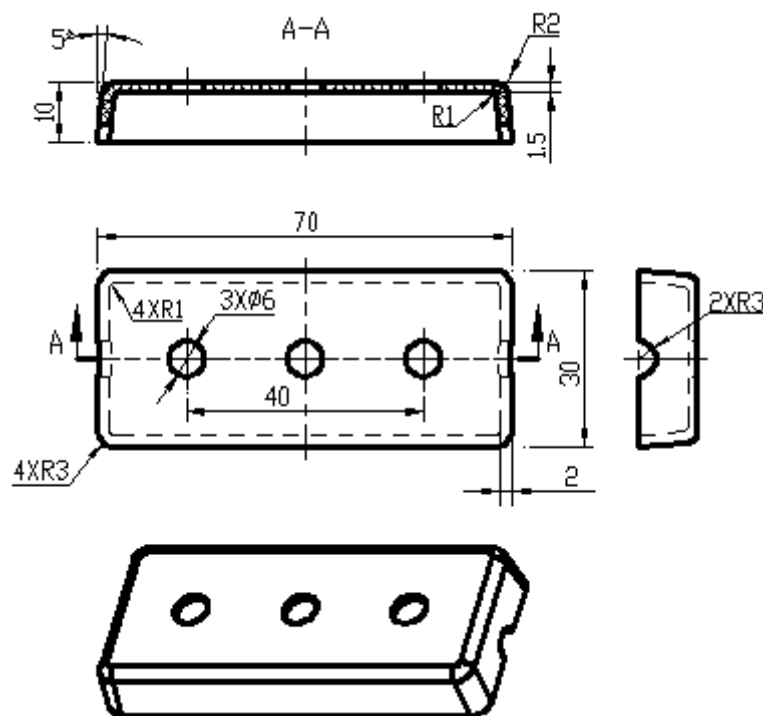

图 2-11 长方形盖
按照图2-11的要求，进行长方形盖塑件造型及注射模具型腔、型芯零件设计。塑件材料：**ABS**，收缩率**0.5%**，尺寸精度**MT7**。
- (1) 在F盘下建立考生文件夹，文件夹名称为考生准考证号，塑件三维造型及型腔、型芯设计所完成后的文件都存于此文件夹中。
- (2) 根据图2-11对该塑件进行三维造型设计，文件名称为3DSJ。
- (3) 完成该塑件的注射模具型腔、型芯零件设计，一模两穴。
- (4) 分模文件名称为SJFM，型腔（cavity）和型芯(core)。